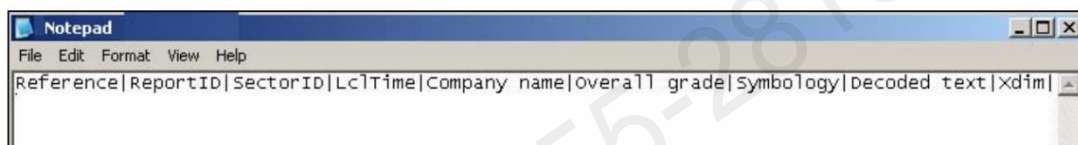

图39: 使用竖杠隔开的参数名
1. 打开记事本或写字板，按照在参考报告中出现的顺序，输入输出至参考报告的参数。参数名使用竖杠(|)隔开。参数和竖杠之间不插入空格(图 39)。